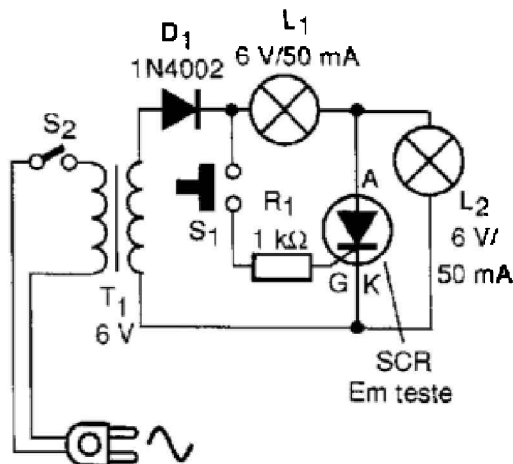

Figura 88 – Circuito simples de teste de SCRs
b) Prova de disparo - para isso podemos usar o circuito da figura 88 que se adapta a SCR's comuns de boa sensibilidade com correntes de até uns 20 ampères. Para SCR's de mais de 5 A, troque o resistor de 1k por um de 100 ohms e use uma lâmpada de pelo menos 200 mA.